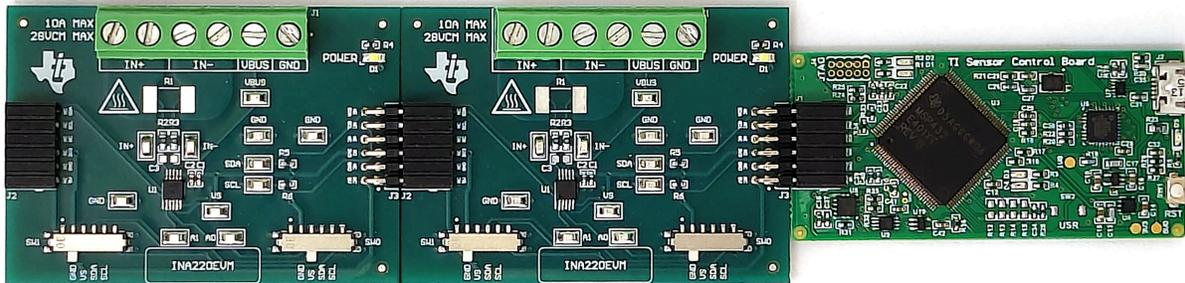

图 2-2. 多个 EVM 连接到 SCB 控制器
- a. 连接相同类型的多个 EVM 时，请参阅图 2-2。
如果使用多个 EVM, 如图 2-2 所示进行连接。确保对每个器件使用不同的 I2C 地址。GUI 最多仅支持总共 4 个 EVM。